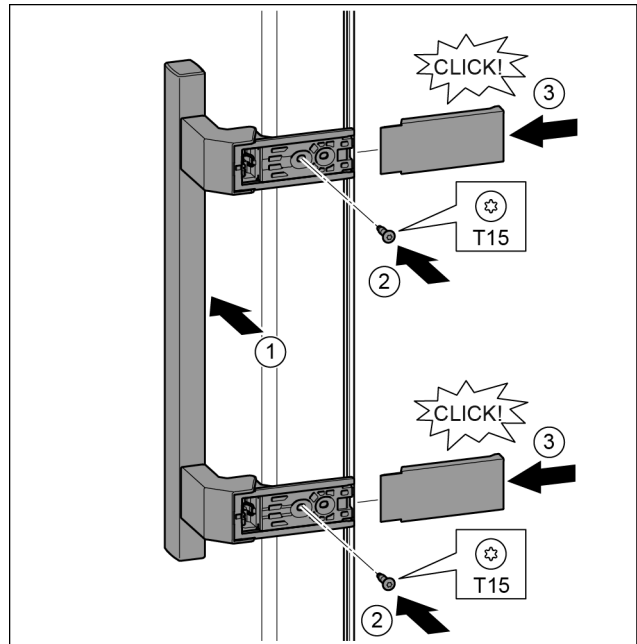

Fig. 34
- ▶ Εφαρμόστε τη λαβή στην απέναντι πλευρά. Fig. 34 (1)
- ▶ Σφίξτε τις βίδες με κατσαβίδι T15. Fig. 34 (2)
- ▶ Εφαρμόστε στο πλάι τα καλύμματα και τοποθετήστε τα. Fig. 34 (3)